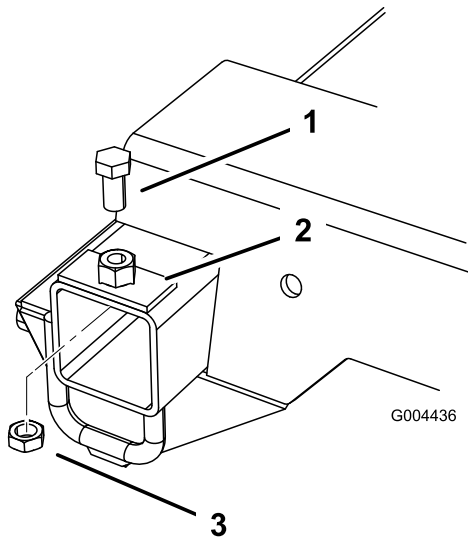

Bild 4
3. Setzen Sie die Platte auf das in den Rahmen gebohrte Loch und befestigen sie mit der Schraube (13 mm x 25 mm)(1/2" x 1") und Klemmmutter (13 mm)(1/2"), siehe Bild 4.